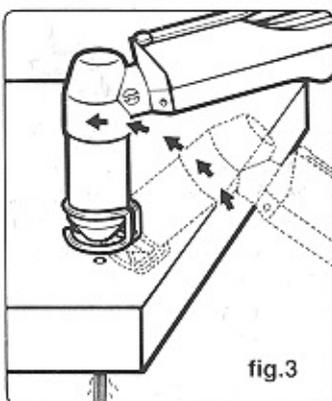

fig.3
- **nell'impiego manuale** (vedi fig.3) disporre la torcia in posizione inclinata e lentamente raddrizzarla in modo che il metallo fuso non sia spruzzato sull'ugello,